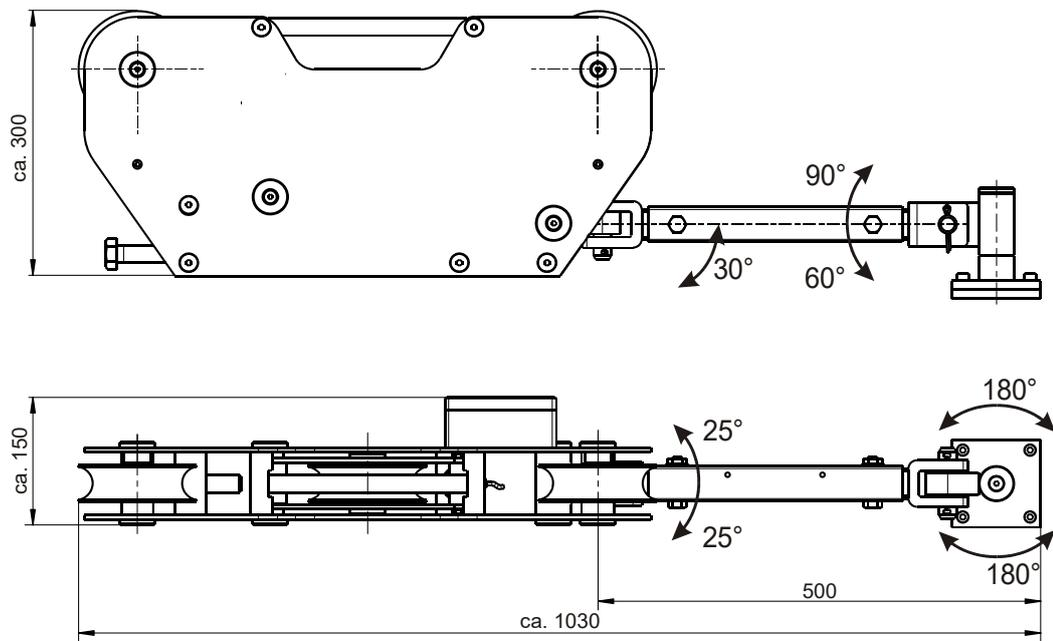
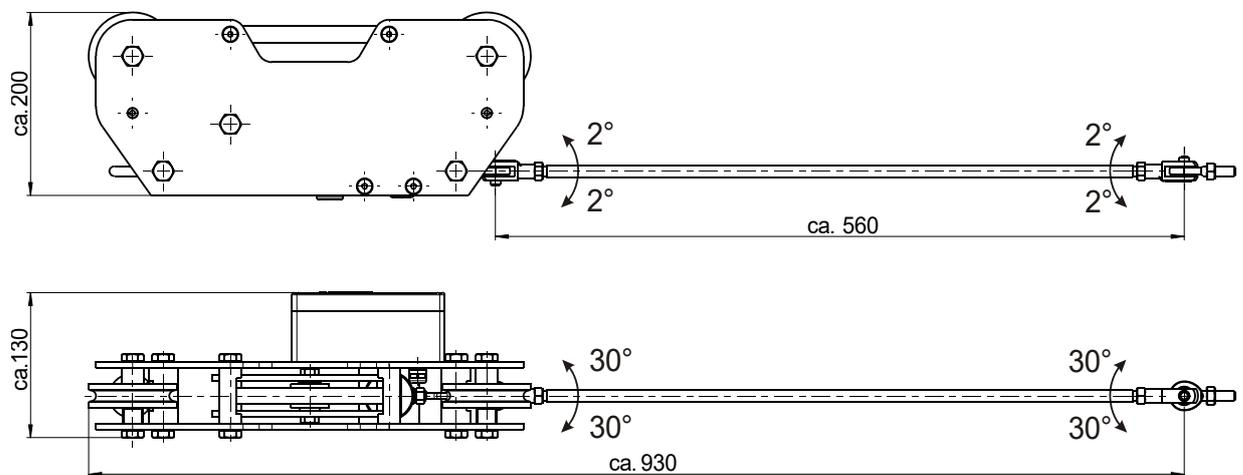

Abbildung 4: KSW-3R und Montageeinheit XKM 078.01
Abbildung 5: KSW-3R16 und Montageeinheit XKM 078.02
Für entsprechende Haltevorrichtungen sind die Ringösen, eine am KSW-3R38 und zwei am KSW-3R16, zu nutzen. Als Haltevorrichtungen werden durch AST die "Montageeinheiten XKM 078 zur Fixierung des KSW-3R16/.38 in der Seilachse" angeboten (Foto Deckblatt, Abbildung 4 und Abbildung 5).
Der kundenseitige Anschluss der 24VDC-Spannungsversorgung und des 4-20mA-Signales im angebauten DMS-Verstärker BA 625, Bild 4 zeigt einen Ausschnitt, sind im Kapitel 4.4. beschrieben.
- Die Bewegungsfreiheit der Montageeinheit XKM 078.01 für den KSW-3R38 zeigt Abbildung 4.
Die Bewegungsfreiheit der Montageeinheit XKM 078.02 für den KSW-3R16 zeigt Abbildung 5. Die beiden Ankerpunkte der Montageeinheit sind ein System "Gelenkkopf/Gabelkopf". Die Kippwinkel 2° und 30° können in Bezug auf den KSW-3R16 durch Drehung der Montageeinheit geändert werden.